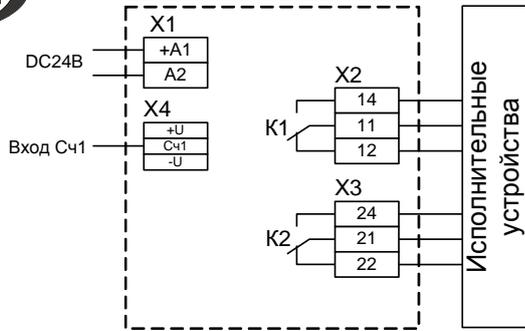
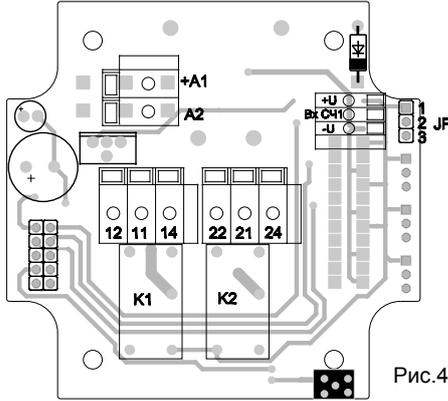

Рис.3
Рис.4
Схема подключения счетчика представлена на рис.3 для счетчика **СИМ-05т-5-17 DC24В УХЛ4** и на рис. 3 а для **СИМ-05т-5-17 AC230 В УХЛ4**. Для подключения счетчика необходимо снять крышку, открутив четыре винта, расположенных на лицевой панели прибора. Пропустить провода через гермовводы прибора и подключить их к пружинным клеммам, расположенным на плате питания (рис. 4). Для подключения проводов необходимо использовать отвертку. При подключении провода или его освобождении необходимо нажать отверткой на кнопку контакта клеммы для отвода пружины. Максимальное сечение провода для разъемов X1-X3 - 1,5мм2, для разъем X4 - 1мм2. Клеммы +U и -U разъема X4 предназначены для подключения напряжения питания к внешнему датчику. Рекомендованная ширина зачистка изоляции провода 7мм.
Рис.3 а
Рис.4 а
Аппаратное согласование входов счётчика к типу выхода датчика осуществляется с помощью ремычки, установленной между контактами джампера (JP). Джампер расположен на плате тания счётчика (см. рис.4 и 4 а).
Рис. 4 соответствует СИМ-05т-5-17 DC24В УХЛ4 , рис. 4 а соответствует СИМ-05т-5-17 AC230 В УХЛ4.